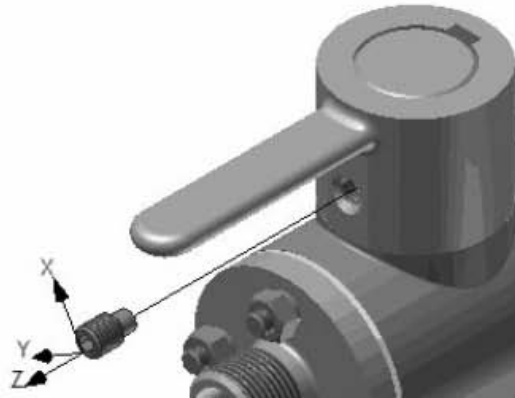

Рис. 9.55. Перемещение установочного винта
1. Укажите торцевую плоскость установочного винта. Обратите внимание на то, что ось Z совпадает с осью вращения винта. Выделите компонент Винт. Щелкните на свободном месте графической области, переместите курсор на **100 мм** (рис. 9.55). Вместе с курсором перемещается винт. При включенном параметре Направляющие сборки будут отображаться направляющие, по которым перемещается компонент.